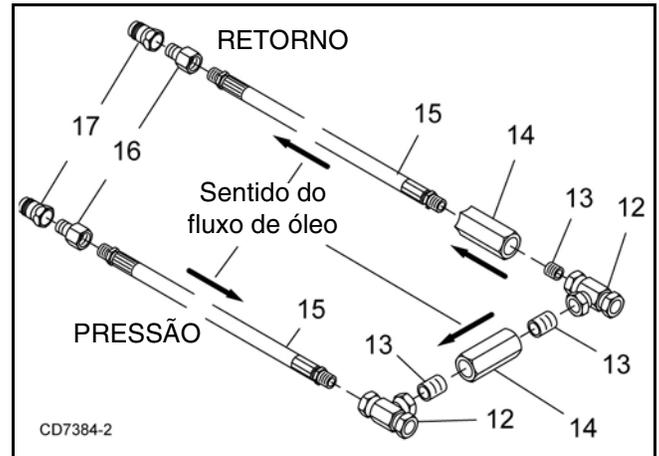
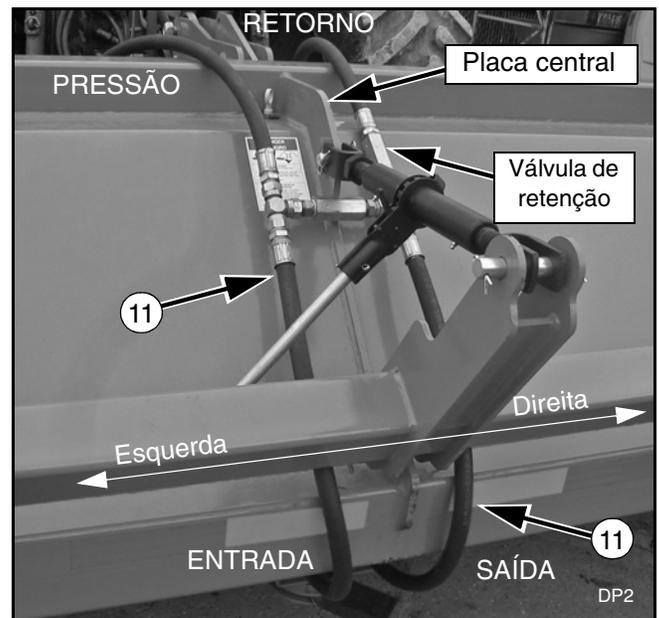

Figura 55. Conjunto da mangueira
Figura 56. Passagem da mangueira
1. Conecte o acoplador rápido macho (17) e o adaptador (16) à extremidade da mangueira (15). Conecte o T (12) à extremidade oposta da mangueira.
2. Conecte o acoplador rápido macho (17) e o adaptador (16) à extremidade da segunda mangueira (15). Conecte a válvula de retenção (14), o nipple (13) e o Tê (12) à extremidade oposta da mangueira.
OBSERVAÇÃO: Verifique se a seta indicadora de fluxo no lado da válvula de retenção (14) está apontando para o sentido correto. Consulte a Figura 55
3. Instale a válvula de retenção (14) e os dois nipples (13) entre os dois Tês (12).
4. Coloque o conjunto da mangueira em torno da placa central do triturador e disponha os acopladores rápidos sobre a parte dianteira do triturador. Consulte a Figura 55 e a Figura 56.